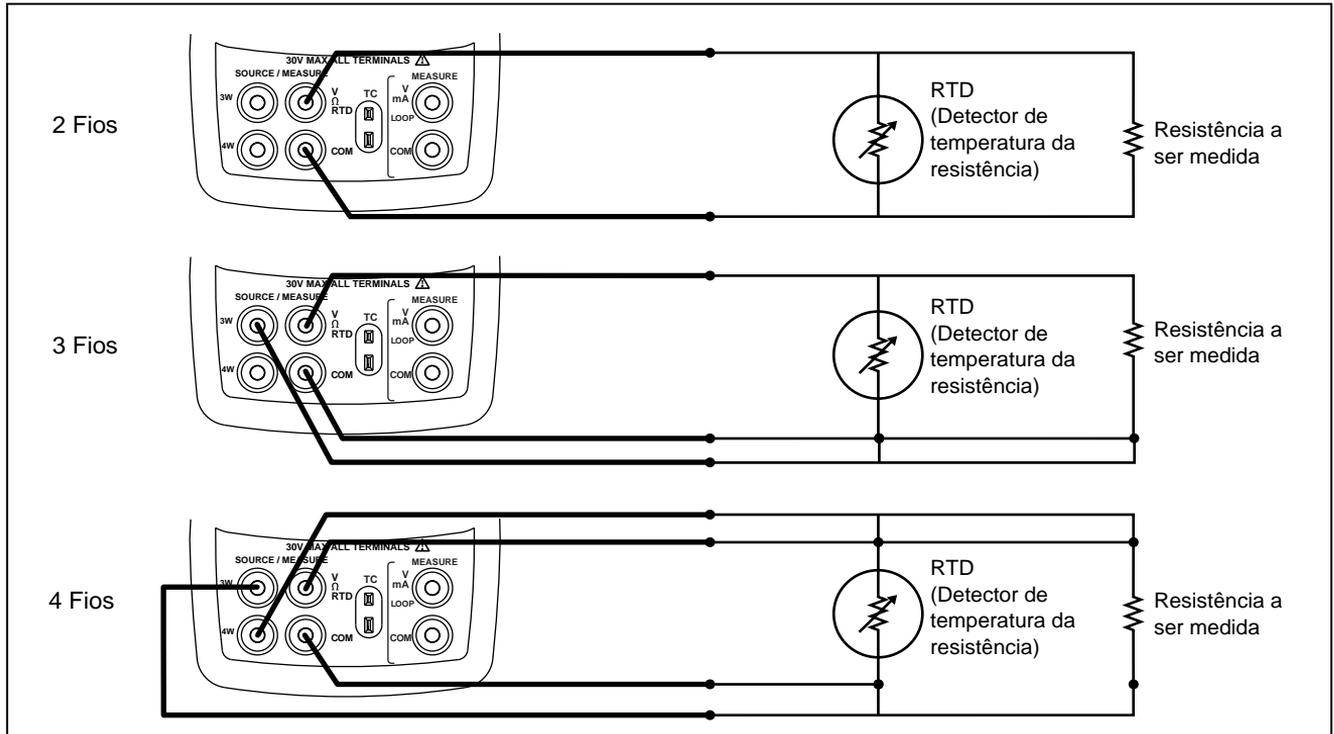

Figura 11. Medição de temperatura com um RTD, Medição de resistência de 2, 3 e fios
4. Anexe os terminais de entrada de RTD, conforme mostrado na Figura 11.